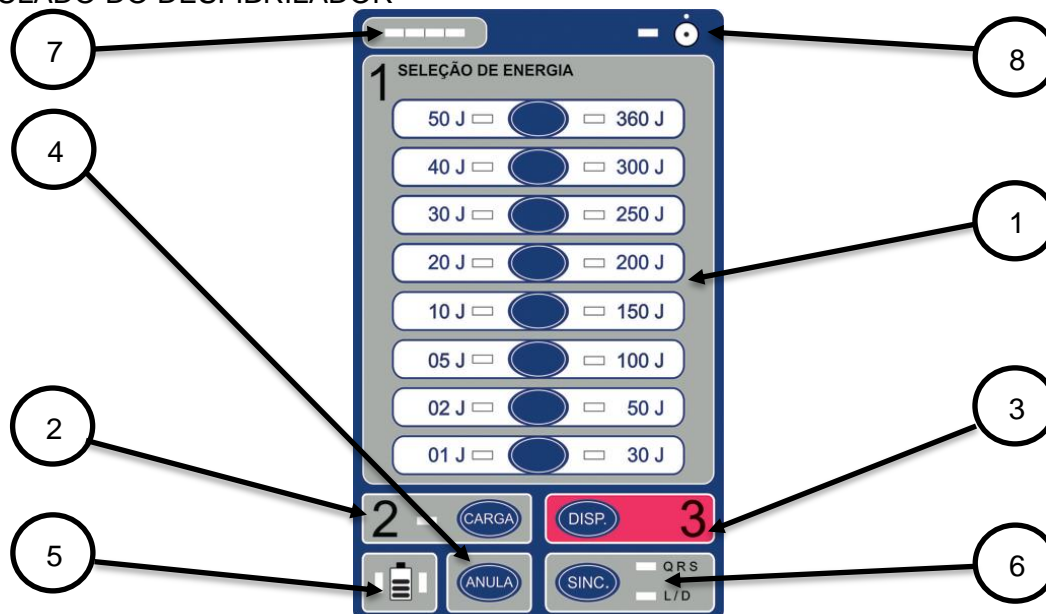

Figura III.1.1 Teclado do desfibrilador
4. TECLADO DO DESFIBRILADOR: Teclas de comandos e indicadores visuais. Vide figura III.1.1;
Ao ligar o *equipamento*, a luz indicadora de *equipamento* ligado (8 – Fig. III.1.1) e o display alfanumérico acenderão. Então, o *equipamento* entrará na rotina de inicialização, onde executa alguns testes para verificar suas funções vitais. Durante esta rotina, aparece no display a mensagem “Transform Tecnologia, DF-04”, juntamente com a versão e a data do software do *equipamento*. Ao término dela, o *equipamento* estará pronto para ser utilizado.
3. Certificar-se, através da luz indicadora de sincronismo (6 – Fig.III.1.1), de que o *circuito sincronizador* do *equipamento* esteja desabilitado.
5. Através do seletor de energia (1 – Fig. III.1.1.), selecionar a energia desejada;
6. Acionar a tecla carga (2 – Fig. III.1.1); a luz ficará piscando durante a carga;
- Visual: a luz indicadora de carga no painel (2 - Fig.III.1.1) deverá parar de piscar e permanecer acesa;
- Visual: a luz indicadora de alarme (7 – Fig. III.1.1) de alta prioridade (vermelha) ficará piscando;